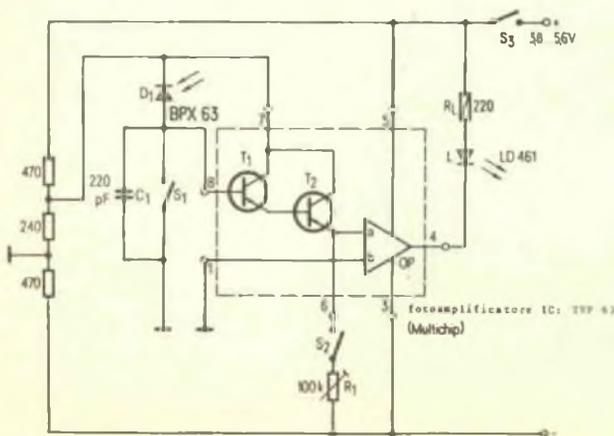

Fig. 2 - Circuito dell'esposimetro automatico con circuito integrato realizzabile con il nuovo dispositivo TPV 63.
L'esposimetro automatico, il cui circuito è illustrato nella fig. 2, opera nel modo seguente: il fotodiiodo BPX 63 (D1) si trova sempre sotto l'influsso luminoso ed inizialmente è cortocircuitato dal commutatore S1. Il dispositivo viene inserito tramite il commutatore S3 dell'alimentazione. In questo istante la tensione all'ingresso non invertitore a di OP è negativa: perciò, si ha passaggio di corrente nella resistenza di carico (RL). Dopo pochi millisecondi S1 si apre, mentre S2 rimane aperto durante tutto il processo di esposizione. C1 si carica per la corrente del fotodiiodo (D1) ed i due transistori (T1, T2) amplificano la corrente fotoelettrica.
va più alta. Una successiva divisione binaria genera l'ottava superiore e le ottave più basse. L'accordo dipende soltanto dalla stabilità del cristallo. Una determinata nota viene scelta ponendo a massa un dato punto del circuito, in modo da generare il valore opportuno di N, mentre l'ottava può venire selezionata mediante un normale commutatore od un selettore elettronico. I circuiti integrati 8281 sono prodotti dalla Signetics. Se si prendono diverse ottave insieme, sommandole con una rete resistiva, si ottiene in uscita un dente di sega lineare (*fig. 2*). Nei circuiti formatori di timbro, le onde quadre sono utili per l'imitazione dei clarinetti e di qualche altro strumento a canna, ma il dente di sega lineare, che contiene tutte le armoniche, è il più adatto per la maggior parte degli altri strumenti. All'ascolto esso dà un suono simile a quello prodotto dagli strumenti ad arco, e, se opportunamente filtrato da un filtro passa-banda, produce un suono simile a quello dei corni.
*Fig. 2 - Le onde quadre che escono da un divisore contengono solo armoniche dispari. Si possono ottenere tutte le armoniche costruendo, come illustrato, un'onda che si avvicini ad un dente di sega lineare; in essa sono presenti tutte le armoniche, eccetto quelle di ordine 16, 32 e 48.*